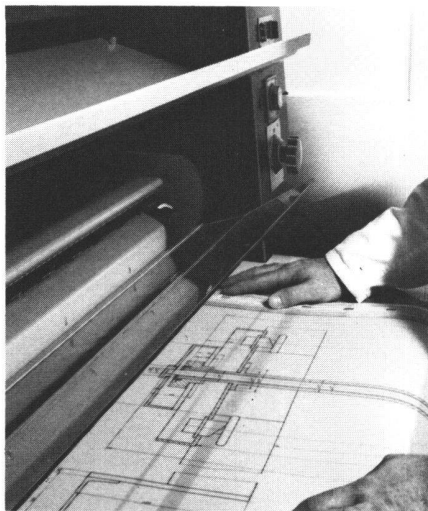

Abb. 3
2. Über Diazo-Tochterpausen mit ultraviolett empfindlichen Lichtpausen (wie FOLAREX®LICHTPAUSFOLIE SEPIA (Abb. 3).